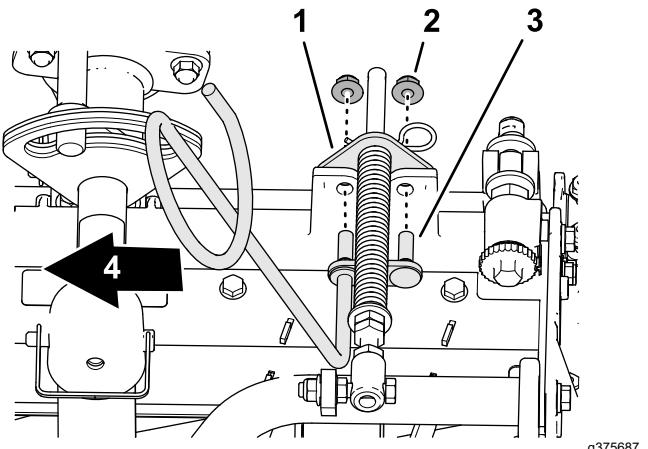

**Figura 10**
4. Monte o parafuso da mola de compensação do gramado na aba direita da estrutura do transportador (Figura 10) com a contraporca flangeada (3/8 pol.).